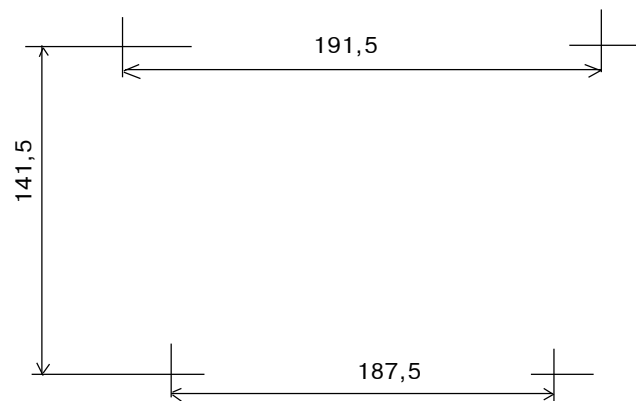
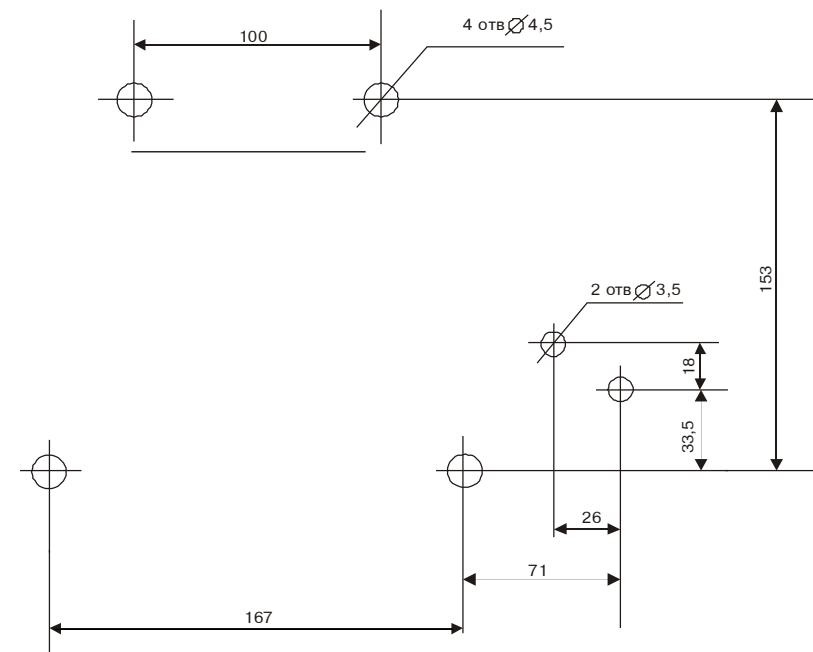

Рис. 7. Схема разметки для установки БЦ-А и БЦ-А исполнение 1
Рис. 8. Схема разметки для установки БЦ-А исполнение 2
- разметьте отверстия для монтажных винтов на стене согласно схеме, приведенной на рис. 7 для БЦ-А и БЦ-А исполнение 1 и на рис. 8 для БЦ-А исполнение 2.